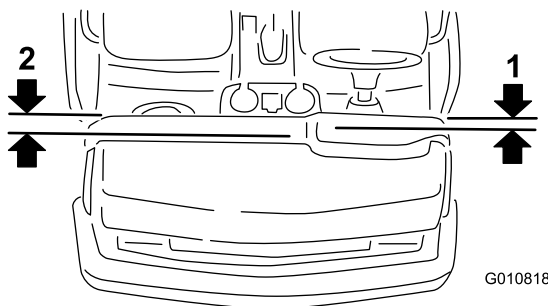

図 2
1. 車両の左側運転席側への取り付けダッシュパネルのエッジから 44.5 mm 外側の位置に、演じに平行に線を引く図 2。
車両の右側助手席側への取り付けダッシュパネルのエッジから 55.6 mm 外側の位置に、エッジに平行に線を引く図 2。